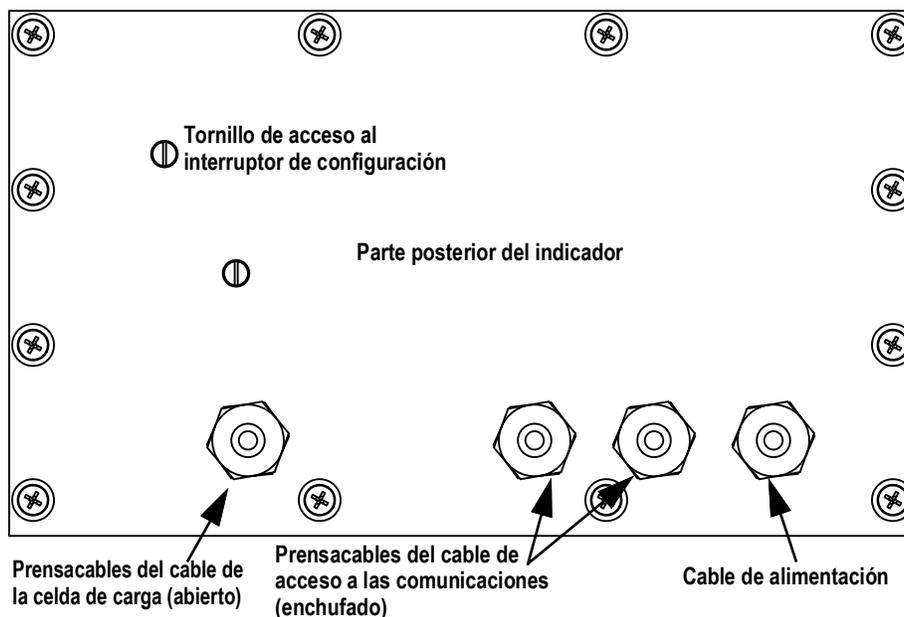

Figura 2-1. Ubicaciones recomendadas para los prensacables
1. Retire el tornillo de acceso al interruptor de configuración de la parte posterior de la carcasa, consulte la Figura 2-1 en la página 18.
El 480 proporciona cuatro prensacables para el cableado en el indicador: uno para el cable de alimentación, tres para alojar la celda de carga, las comunicaciones, las entradas y salidas digitales y los cables de salida analógica. Dos de los tres prensacables libres vienen con un tapón instalado para evitar que entre humedad en la carcasa. Dependiendo de la aplicación, retire el enchufe de otro prensacables que vaya a utilizar e instale los cables según sea necesario, consulte en el Figura 2-1 las asignaciones recomendadas para los prensacables del 480.